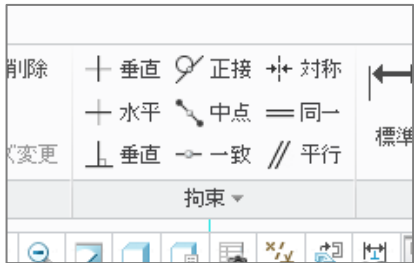

Fig.8 拘束ツール
5. Fig.8に示す拘束ツールを用いて、Fig.9のように1辺の長さが100の正方形を描く。